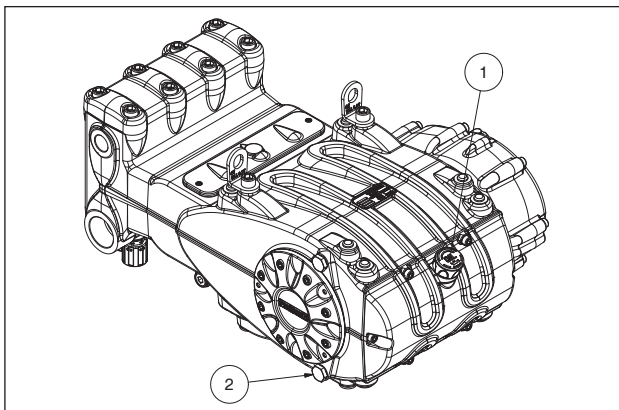

Рис. 1
Перед тем как приступить к ремонту механических компонентов, необходимо удалить масло из картера. Для слива масла необходимо снять маслосливную пробку, поз. ①, Рис. 1 а затем сливную пробку, поз. ②, Рис. 1.